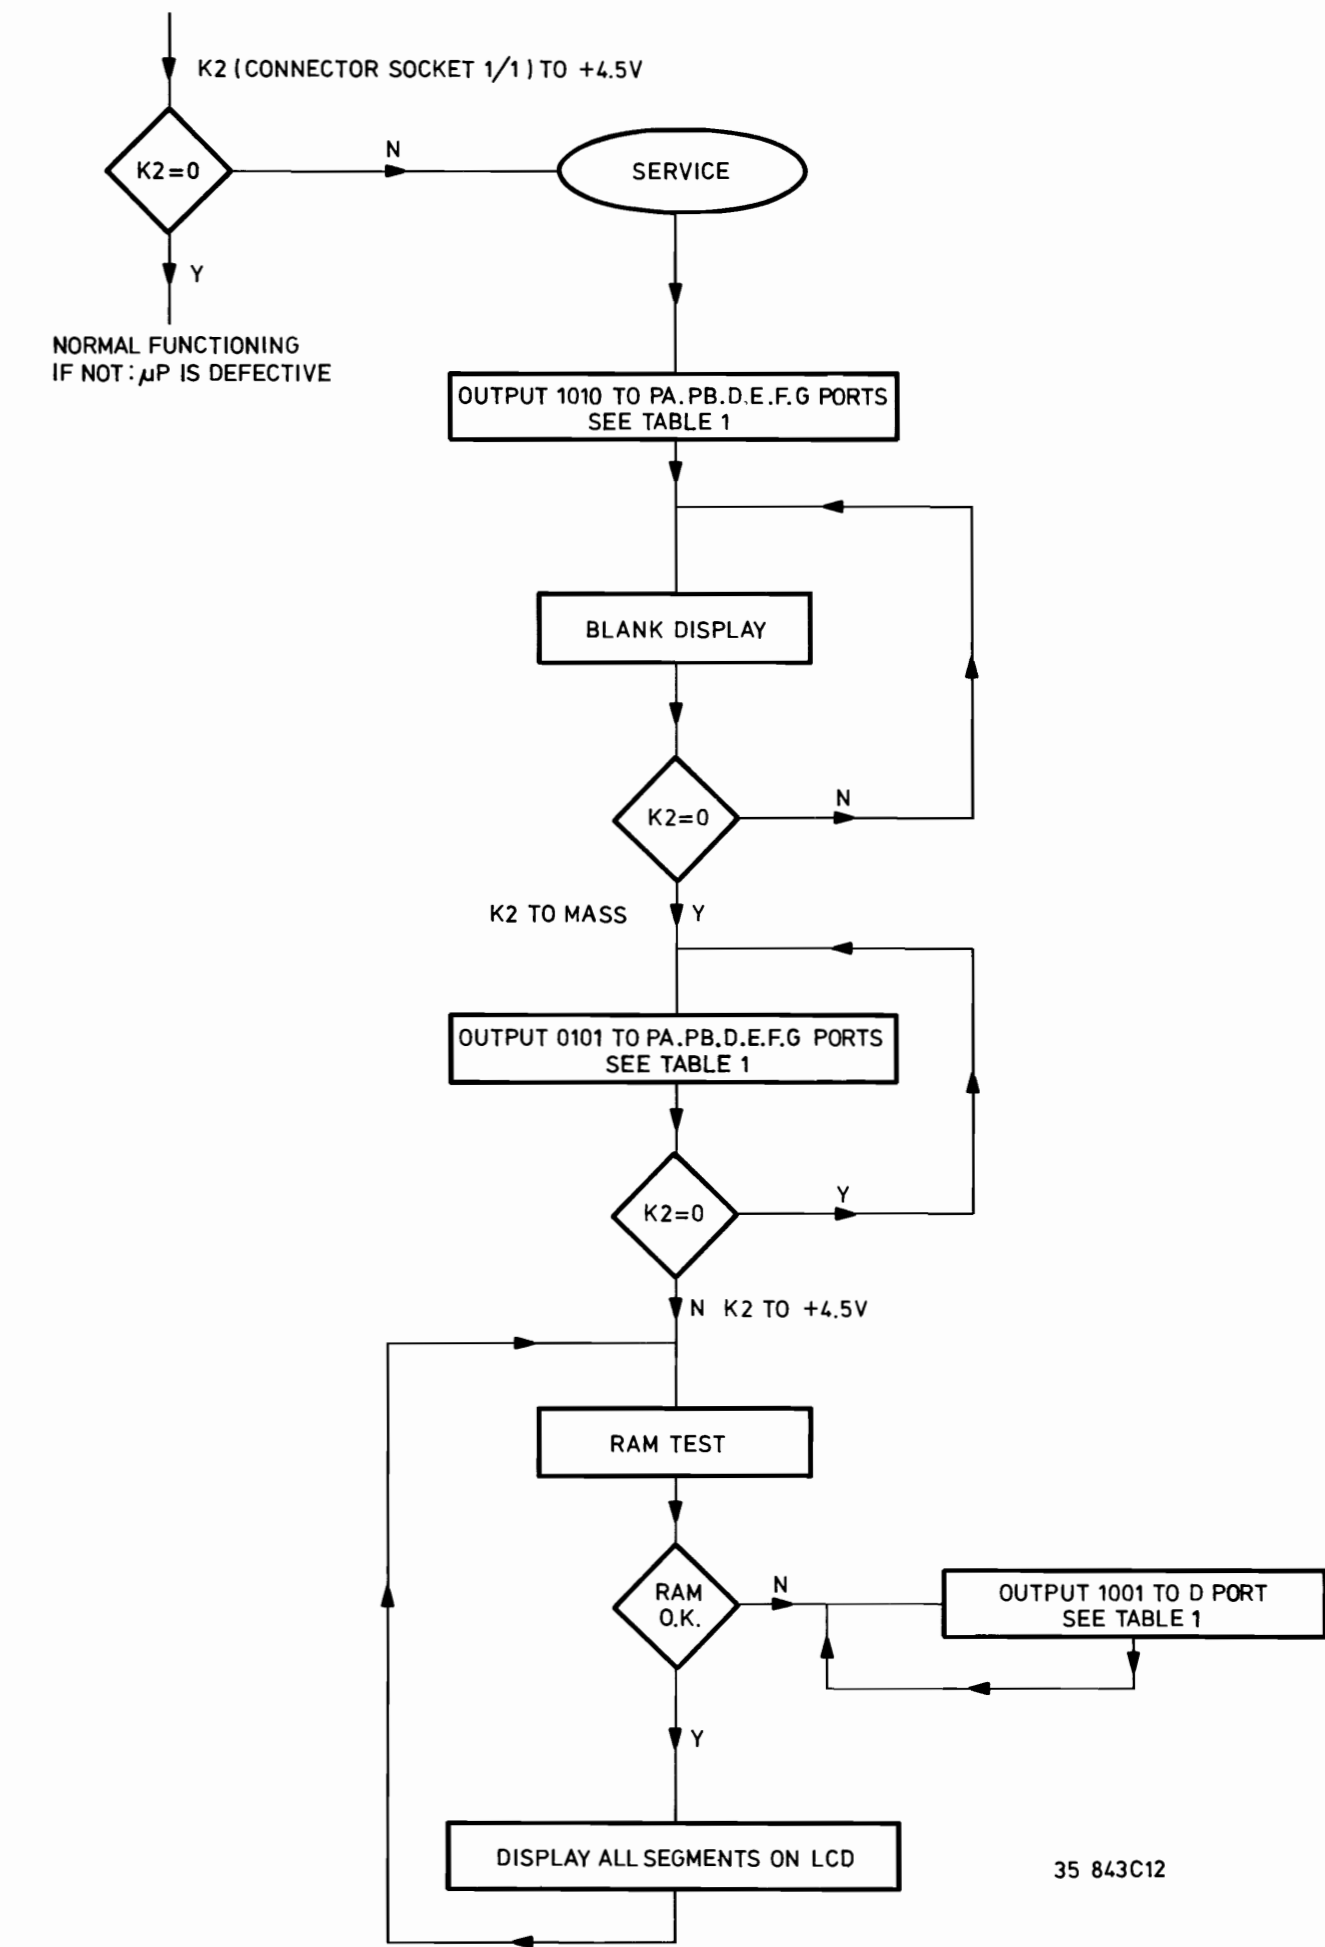

Fig. 3
- For the test of the first μ P connect K2 (this is connector socket 1/1) to the external supply voltage of +4.5 V. Now switch on the external supply voltage. The μ P will now be ready for the service testing program. For details, see Flow Chart of the first μ P testing program. (Fig. 3). At the beginning the LCD will remain blank. Next connect K2 to mass. The LCD continues to be blank. After that, connect K2 to the external +4.5 V. All segments on the LCD will now be driven. If there is no LCD indication, the output of gate D shall be measured.
- Voor de test van de eerste μ P verbind K2 (dit is connector bus 1/1) met de externe voedingsspanning van +4.5 V. Schakel nu de externe voedingsspanning in. Nu zal de μ P in het service testprogramma geraken. Voor details zie Flow Chart van het eerste μ P testprogramma (Fig. 3). Aanvankelijk zal de LCD blank blijven. Dan K2 naar massa verbinden. De LCD blijft blank. Daarna K2 met de externe +4.5 V verbinden. Display wordt nu: Alle segmenten op LCD worden aangestuurd. Als er geen uitslag is, moet de uitgang van poort D gemeten worden.
- Afin de pouvoir exécuter le test au premier μ P, relier K2 (c'est la douille de connexion 1/1) à la tension d'alimentation externe de 4,5 V. Relier maintenant la tension d'alimentation externe. L'accès au programme de test service du premier μ P est ainsi ouvert. Pour plus de détails, voir à l'organigramme du programme de test du 1er μ P (Fig. 3). L'affichage LCD restera encore vierge au début. Relier alors K2 à la masse. Le LCD reste encore toujours immaculé. Relier ensuite K2 à la +4,5 V. Tous les segments de la LCD sont désormais commandés. S'il n'y a pas résultat, la sortie de la porte D devra être mesurée.
- Für die Prüfung des ersten μ Ps, K2 (das ist Anschlussbuchse 1/1) mit der externen Versorgungsspannung von +4,5 V verbinden. Externe Versorgungsspannung einschalten. Nun wird der μ P in das Serviceprüfprogramm gelangen. Für Einzelheiten siehe Flussdiagramm des ersten μ P-Prüfprogramms (siehe Bild 3). Anfangs wird die Flüssigkristallanzeige blank bleiben. Dann K2 mit Masse verbinden. Die Flüssigkristallanzeige bleibt blank. Darauf K2 mit der externen Versorgungsspannung +4,5 V verbinden. Display wird nun: alle Segmente auf LCD werden jetzt angesteuert. Wenn kein Ausschlag vorliegt, muss der Ausgang von Tor D gemessen werden.